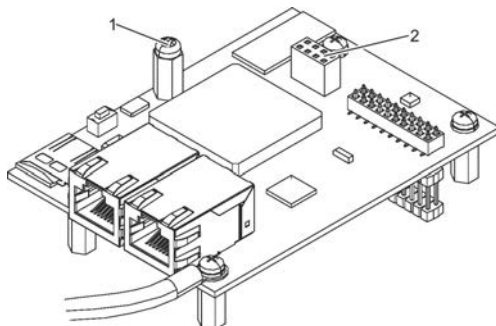
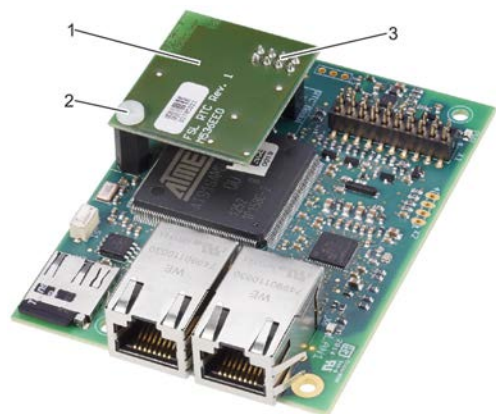

Fig. 11: Vis de fixation
Fig. 12: Montage du module RTC
8. ► Retirez la vis de fixation (Voir la Fig. 11/1).
9. ► Insérez le module RTC (Voir la Fig. 12/1) avec les broches (Voir la Fig. 12/3) dans le slot à 8 pôles (Voir la Fig. 11/2) du module EM-IP.
10. ► Fixez le module RTC avec la vis de fixation (Voir la Fig. 12/2) sur le module EM-IP.